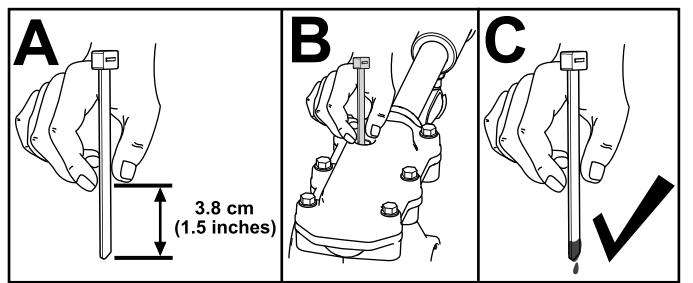

Figure 31
3. Contrôlez le niveau d'huile au moyen d'un dispositif de mesure adéquat, par exemple un serre-câble propre. L'huile doit se trouver à environ 3,8 cm (1,5 po) en dessous de l'ouverture de remplissage (Figure 31).